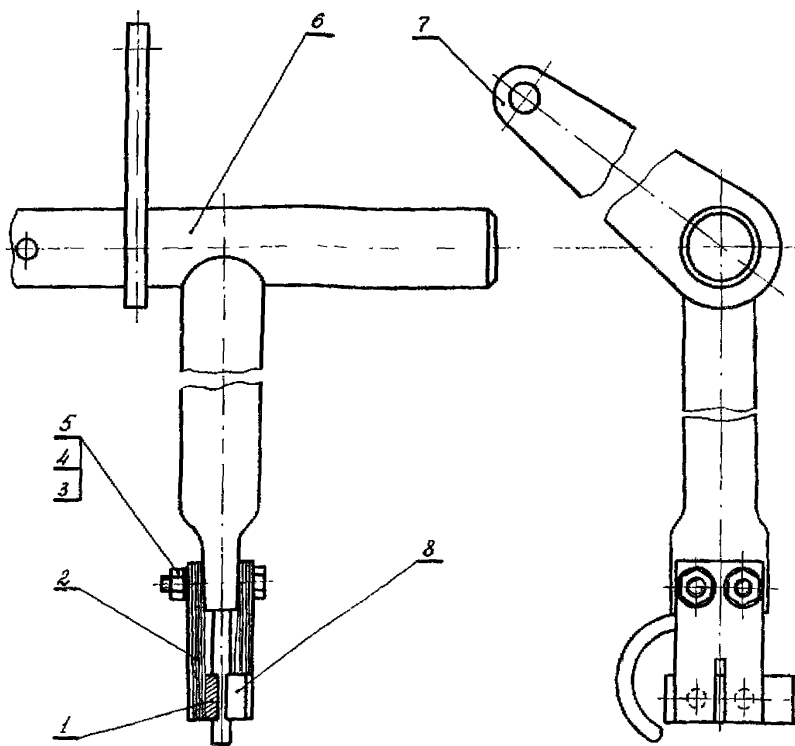

Рис. 7. Нож заземления:
05.1. Очистить от пыли и грязи детали ножа заземления (рис. 7).